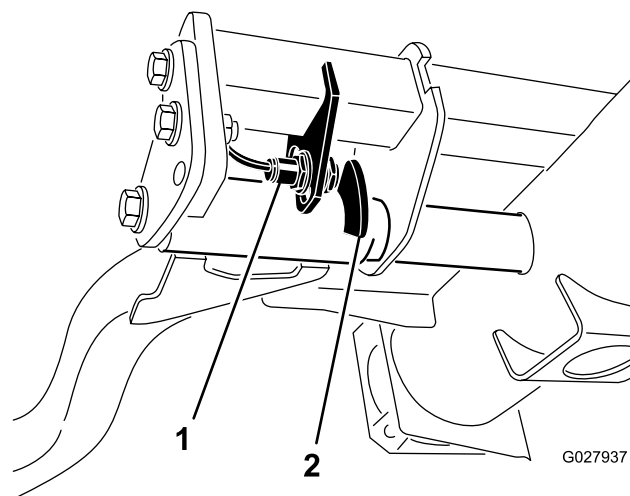

Figura 68
2. L'interruttore del braccio di sollevamento è situato sotto il serbatoio idraulico, dietro il braccio di sollevamento anteriore destro (Figura 68).
3. Allentate le viti di attacco dell'interruttore e abbassate l'interruttore per aumentare l'altezza d'inversione del braccio di sollevamento o alzate l'interruttore per ridurla (Figura 68).